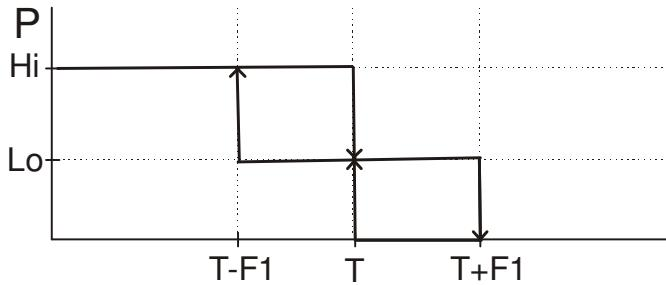

Рис. 4
В данном режиме мощность газового котла (P) регулируется ступенчато, в зависимости от текущего значения температуры теплоносителя (T) и параметра F1 (“**температура теплоносителя, дифференциал, с**”) по закону, приведенному на рис. 4. Где Hi – соответствует режиму номинальной мощности, Lo – режиму минимальной мощности, 0 – выключению основной горелки.